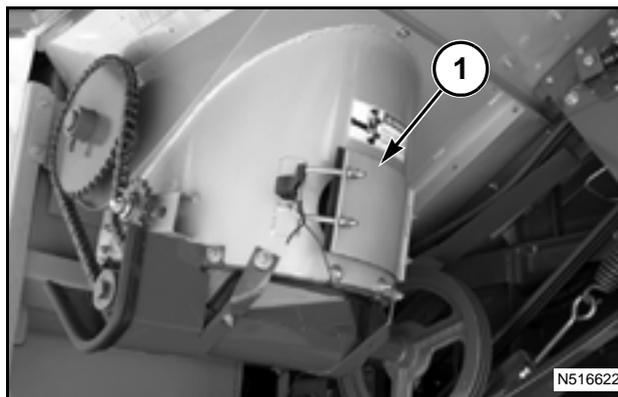

FIG. 225
FIG. 225: La compuerta (1) está ubicada en el fondo del piso del tubo de descarga vertical del lado izquierdo de la tolva de granos. La compuerta puede abrirse para limpiar los restos de la cosecha en la tolva de granos tras la descarga, aún para drenar la tolva cuando se lava la cosechadora.